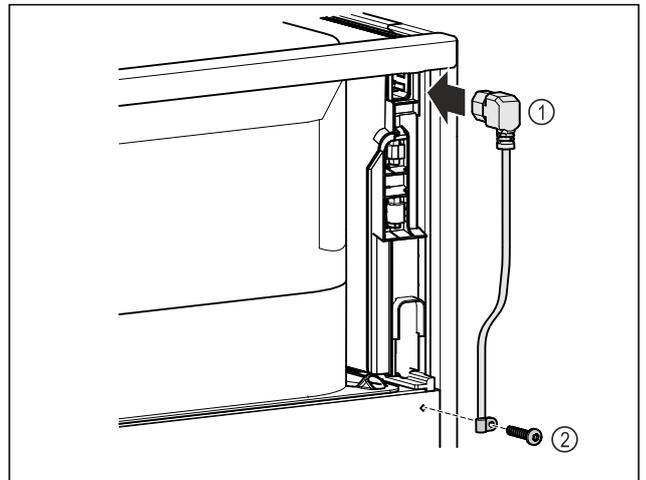

Fig. 11
- Вставте роз'єм «холодного підключення» кабелю підключення до мережі Fig. 11 (1) на задній стороні пристрою.
- Встановіть механізм для розвантаження кабелю від натягу. Fig. 11 (2)